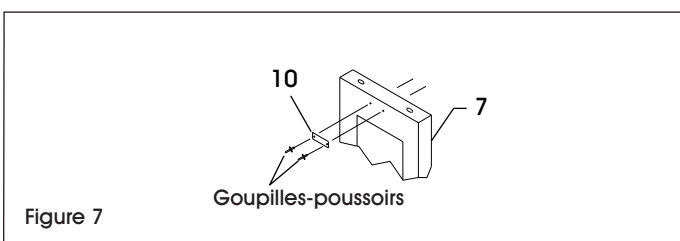

Figure 7
- Fixez les plaques numérotées (10) à l'aide des goupilles-poussoirs. (Voir Figure 7)